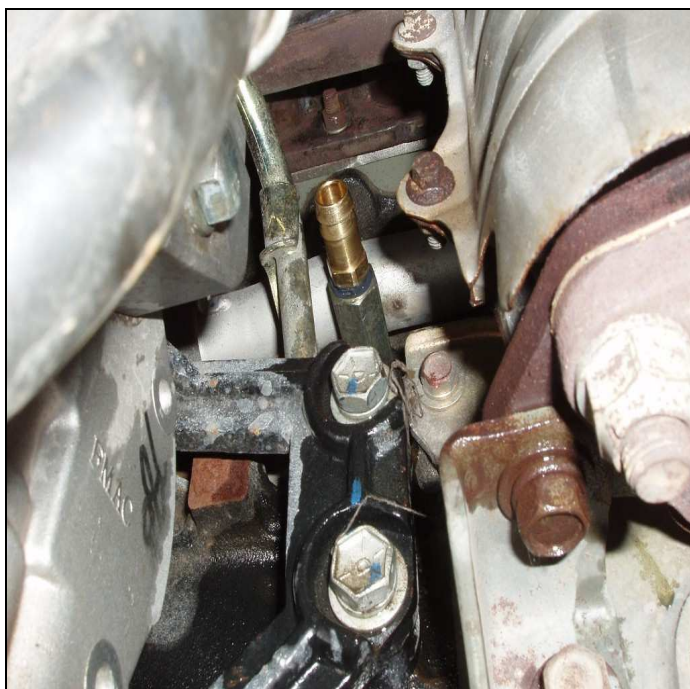

Рис. 3
3.5. Нанести герметик на резьбу удлинителя и ввернуть его в сливное отверстие. Нанести герметик на резьбу штуцера и ввернуть его в удлинитель. Возможно, придется немного отогнуть корпус масляного щупа рис. 3.